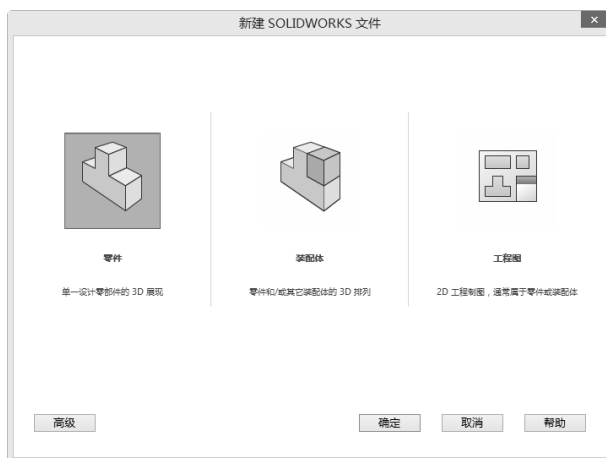

图 1-36 “新建 SOLIDWORKS 文件”对话框
**01** 新建文件。启动 SolidWorks 2017，选择菜单栏中的“文件”→“新建”命令，或者单击“快速访问”工具栏中的“新建”按钮，在弹出的“新建 SolidWorks 文件”对话框中单击“零件”按钮，如图 1-36 所示。然后单击“确定”按钮，创建一个新的零件文件。